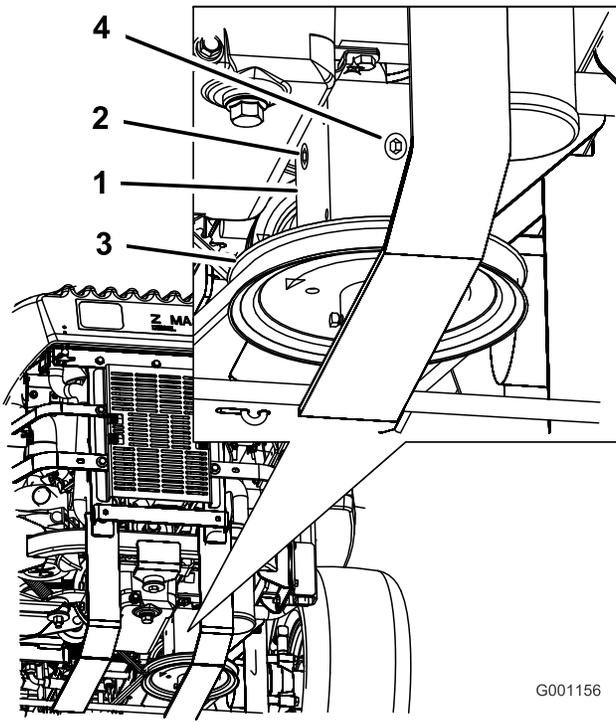

Figura 60
4. Togliete il tappo laterale o posteriore degli ingranaggi (Figura 60).